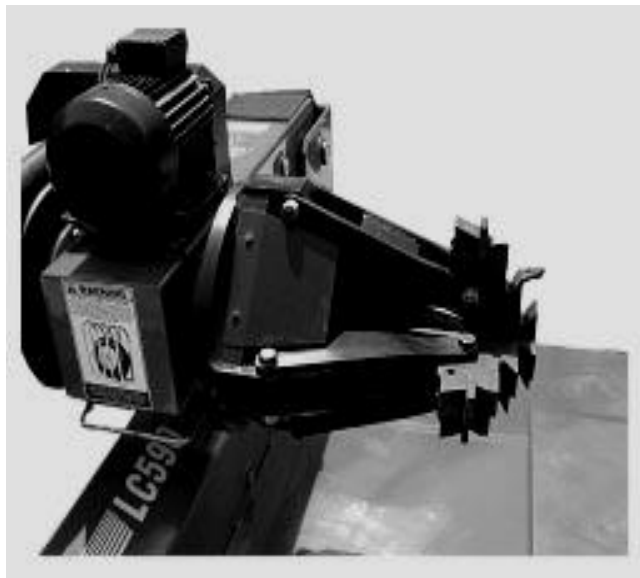

Рис. 21 Защитная пластина для зажимного устройства
1) Защитная пластина для зажимного устройства (Рис. 21)